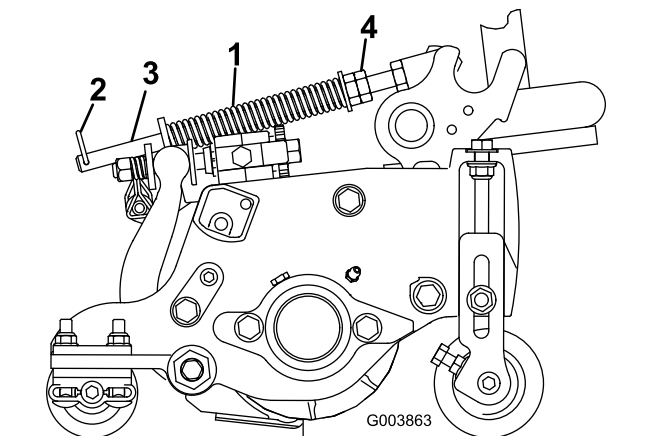

图 18
2. 拧紧弹簧杆前端的六角螺母直至 12.7cm 滚刀组压缩后的弹簧长度为 12.7cm 或者 17.8cm 滚刀组压缩后的弹簧长度为 15.9cm 图 18。
草坪补偿弹簧图 18 可将重量从前滚筒转移至后滚筒。这有助于减少草坪的波动图形也称为波浪形或摆动形。
1. 确保发卡销安装在弹簧杆的后孔内 图 18。